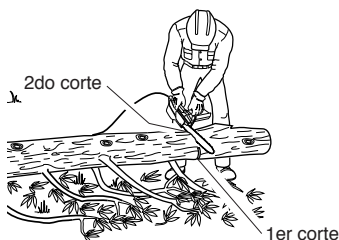

Figura 11 - Trozado del tronco apoyado sobre un solo extremo
1. Haga el primer corte del lado inferior del tronco (vea la Figura 11). Utilice la parte superior de la barra de guía para realizar este corte. Atraviese 1/3 del diámetro del tronco. Este corte impedirá la producción de astillas en esta sección al completarse el corte.